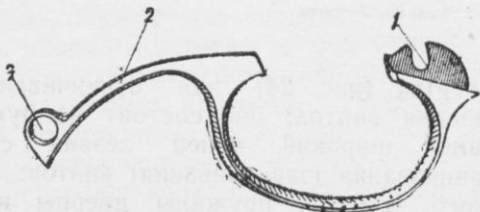

Рис. 22. Спусковая скоба:
20. Спусковая скоба (рис. 22) служит для предохранения хвоста спускового крючка от случайного нажатия на него. Она имеет: **хвост** с отверстием для надевания на ось, укрепленную в загнутой полосе рамки, и **полукруглый вырез**, которым скоба надевается на винт, прикрепляющий ее к нижней стенке рамки.